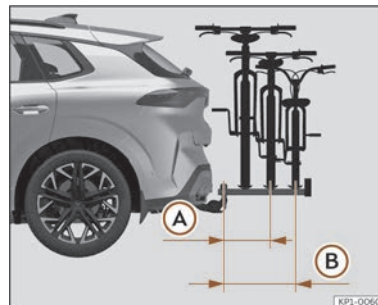

Abb. 198 Schematische Darstellung des maximalen Überstands der Ladung in einem Fahrradträger für zwei oder drei Fahrräder.
Der maximale Überstand darf bei Fahrradträgern für zwei Fahrräder 500 mm von der Mitte des Kugelkopfes bis zur Mitte der Schiene des letzten Trägers nicht überschreiten >>> (Abb. 198) (A). Bei Fahrradträgern für drei Fahrräder dürfen 700 mm >>> (Abb. 198) nicht überschritten werden (B).